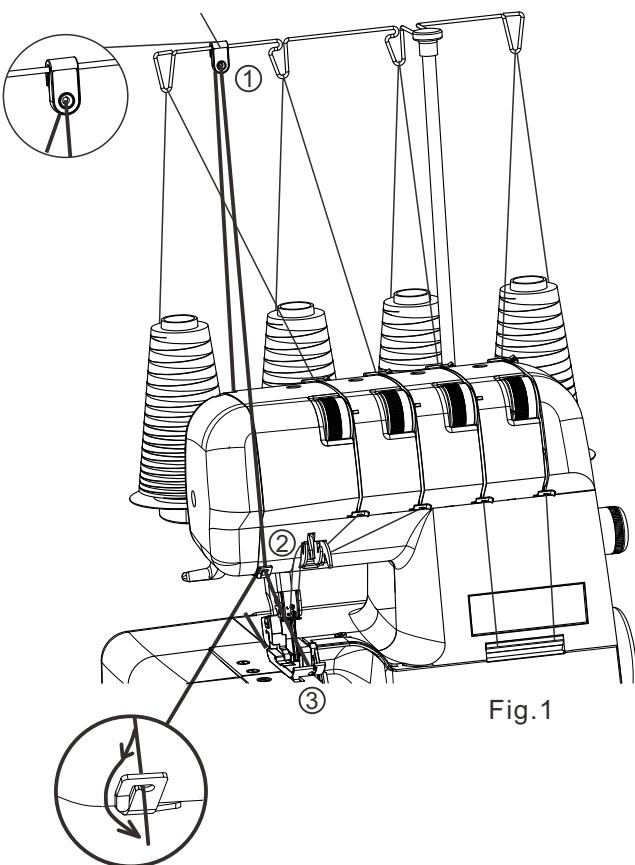

Fig.1
1. Agganciare la guida cordoncino sopra al sostegno guida filo (Fig. 1).
Fare passare il cordoncino attraverso i guida filo (1) e (2) quindi all'interno del guida filo ago sinistro (3) (Fig. 1).